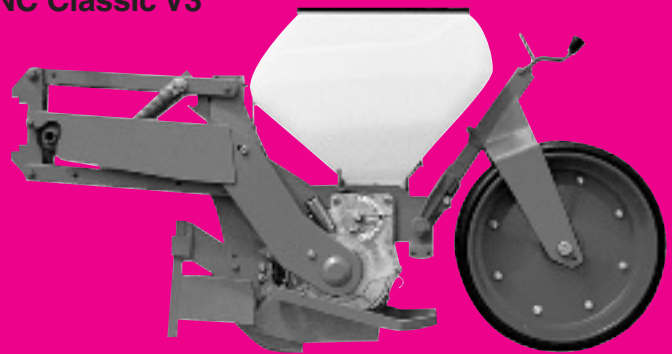

Fig. 42
- Roue tasseuse arrière plate autonettoyante 500 x 175 (fig. 42) avec raclettes intermédiaires longues, pour terrains souples et sableux.
- 500 x 175 self-cleaning flat rear press wheel (fig. 42) with long intermediate scrapers for soft, sandy ground
- Rueda compactadora trasera plana autolimpiante 500 x 175 (fig. 42) con rascadores intermedios largos, para terrenos sueltos y arenosos.